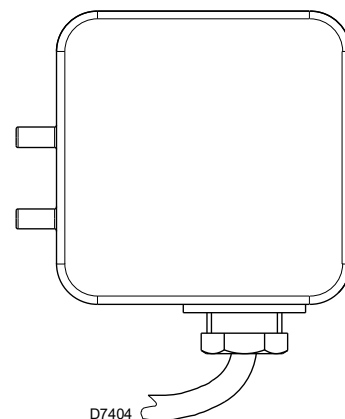

Abb. 23
- Stellen Sie den Luftdruckwächter (Abb. 23) auf den Skalenanfangswert ein.
Führen Sie die Einstellung des Luftdruckwächters (Abb. 23) aus, nachdem alle anderen Einstellungen des Brenners bei auf den Skalenanfang eingestellten Luftdruckwächter vorgenommen wurden. Mit Brenner auf verlangter Leistungsstufe langsam den Einstellungsdruck erhöhen, indem Sie den dafür vorgesehenen Drehgriff im Uhrzeigersinn bis zur Abschaltung des Brenners drehen. Dann den Drehgriff um zirka 20% des eingestellten Wertes gegen den Uhrzeiger drehen und anschließend den korrekten Anlauf des Brenners überprüfen. Blockiert der Brenner erneut, muss der Drehgriff nochmals geringfügig im Uhrzeigersinn gedreht werden.